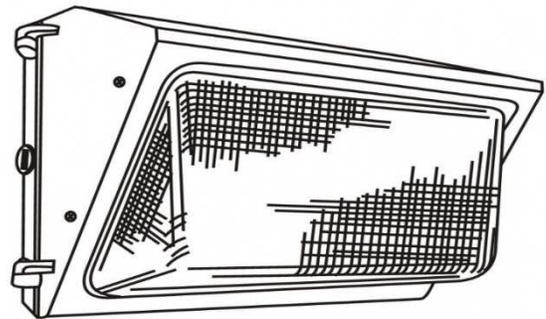

Figure 1.
- Percer les trous appropriés (C de la Fig. 1) pour la boîte de jonction utilisée.